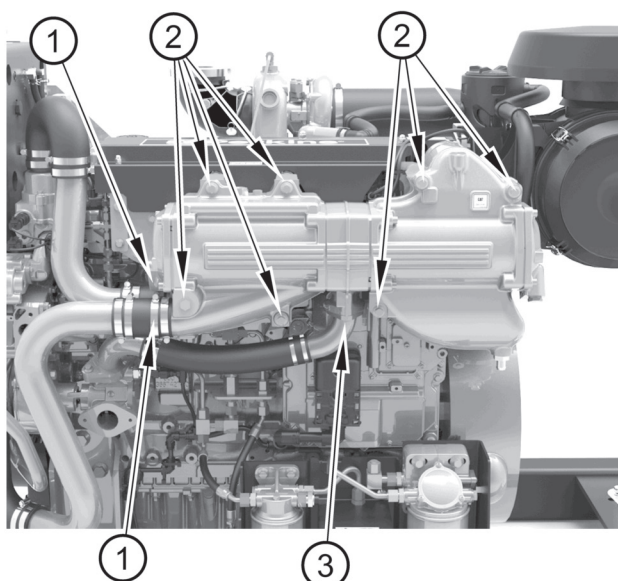

Figura 18
2. Allentare le fascette fermatubi (figura 18 voce 1).